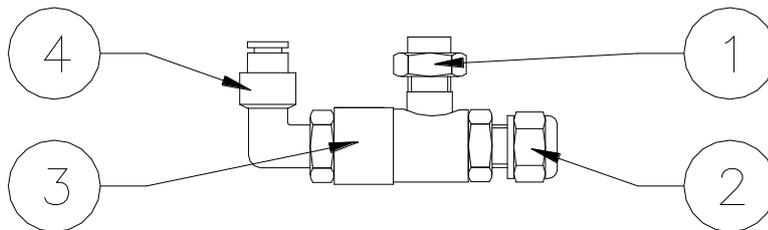

Fig. MBCSP6
11.0 COMPONENTES DE LA VÁLVULA DE ESCAPE RÁPIDO (fig. MBCSP6)